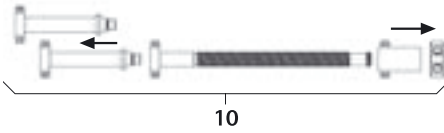

Abb. 6
- Spindeldistraktor **10** demontieren, siehe Abb. 6.